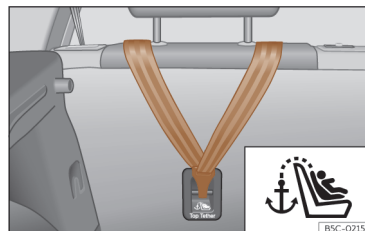
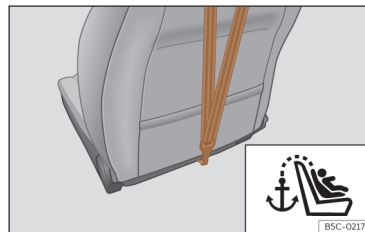

Fig. 46 Parte posterior de los asientos traseros: anclaje para el cinturón Top Tether.
Fig. 47 Parte posterior del respaldo del asiento del acompañante: anclaje para el cinturón Top Tether (no disponible en todos los mercados).
- Deslice la correa y fíjela correctamente con el anclaje de la parte posterior del respaldo >>> **fig. 46** , >>> **fig. 47**.